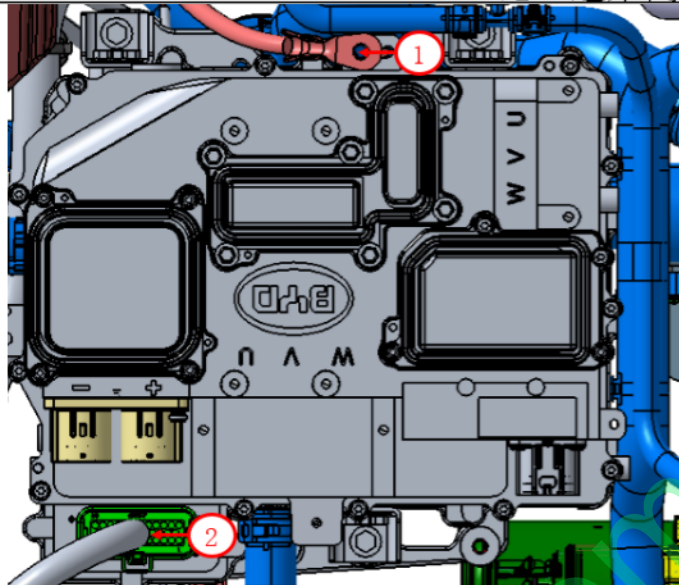

图 6.13
③ 安装搭铁螺栓 (打紧力矩 23N.M); 插上 35PIN 接插件。(图 6.13)